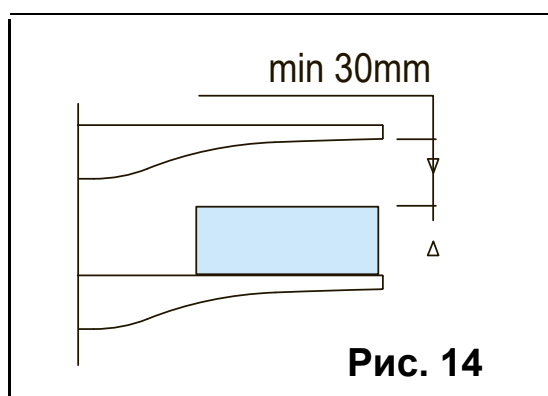

Рис. 14
- Между товаром и полкой вверху оставляйте зазор приблизительно 30 мм (Рис. 14);